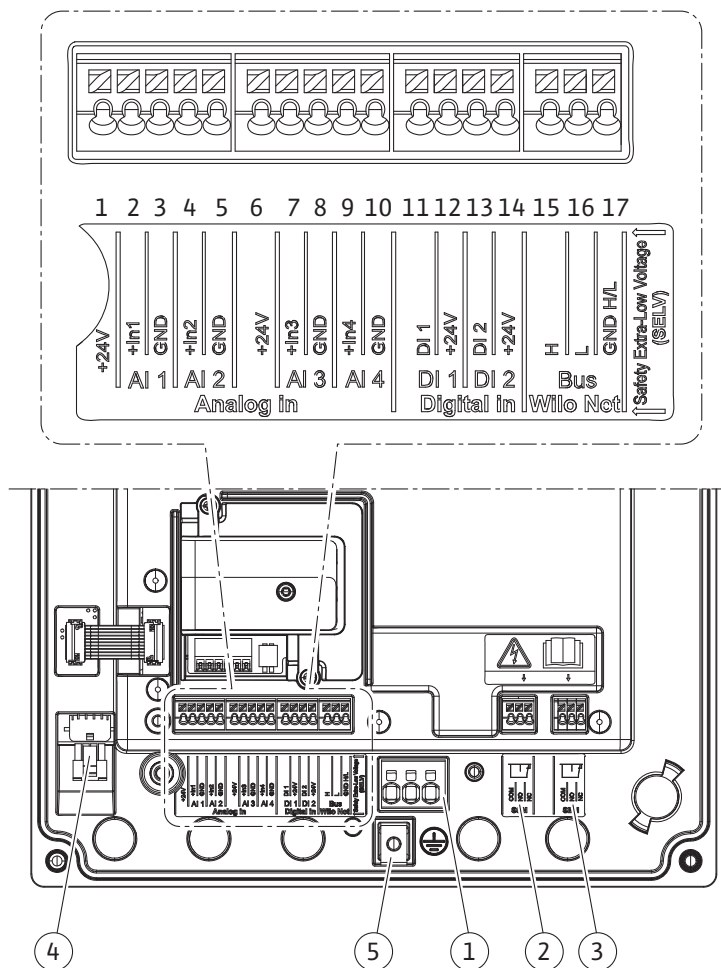

Fig. 19: Przegląd zacisków modułu
4. Kabel zasilający należy przeprowadzić przez dławik przewodu M25 (Fig. 19, poz. 1). Dławiki przewodu dokręcić wyznaczonym momentem obrotowym.